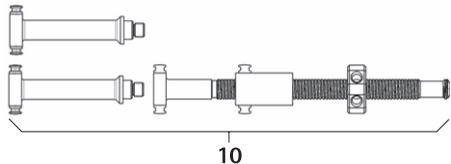

Abb. 15
- ▶ Spindeldistraktor **10** montieren, siehe Abb. 15.